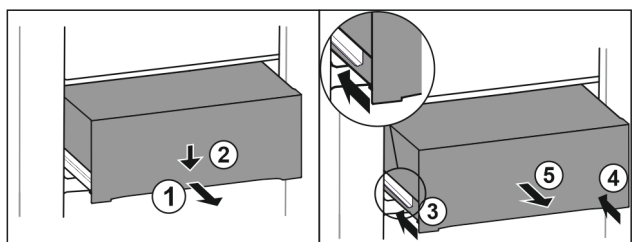

Fig. 131
- ▶ Dra ut utdragslåda till hälften. Fig. 131 (1)
- ▶ Tryck utdragslådan på framsidan nedåt. Fig. 131 (2)
- ▶ Skjut in vänster skena ca 2 cm. Fig. 131 (3)
- ▶ Skjut in höger skena ca 2 cm. Fig. 131 (4)
- ▶ Ta ut utdragslåda genom att dra den framåt. Fig. 131 (5)